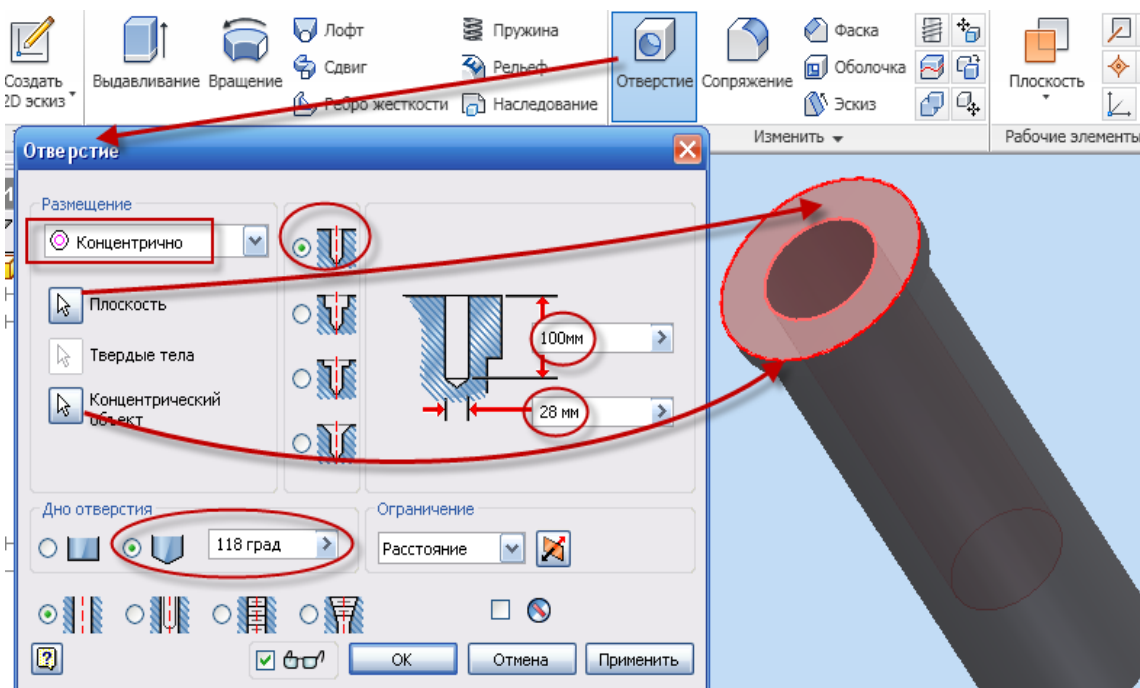

Рис. 3.52. Создание глухого отверстия
- Выберите инструмент  **Отверстие**, в диалоговом окне **Отверстие** в поле **Размещение** выбрать –  **Концентрично**, выбрать  **Плоскость** и указать на торцевую поверхность,  **Концентричный объект** – указать на внешнюю окружность торца, в поле **Дно отверстия** выберите правый вариант – **118 град**, укажите: глубина отверстия – **100 мм**, диаметр отверстия – **28 мм** (см. рис. 3.52).